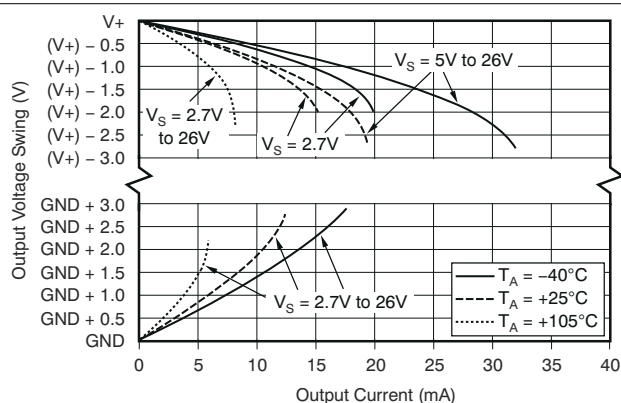

图 6-6. 输出电压摆幅与输出电流间的关系
- (1) RTI = 以输入为基准。
- (2) 请见典型特性曲线，输出电压摆幅与输出电流间的关系(图 6-6)。